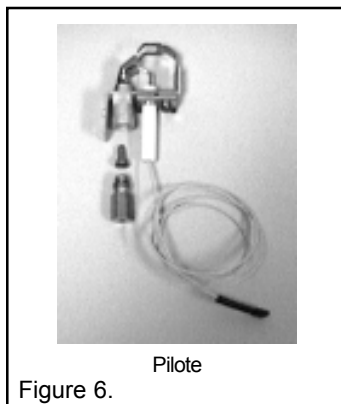

Figure 6.
8. Retirer l'orifice du pilote et le nettoyer; voir la figure 6. **Ne pas utiliser d'objet pointu. Il pourrait agrandir l'orifice!**